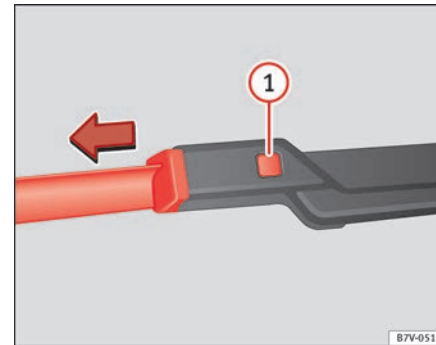

Abb. 158 Scheibenwischerblätter der Frontscheibe auswechseln.
- Entriegelungstaste ⇒ Abb. 158 ① gedrückt halten und gleichzeitig das Scheibenwischerblatt in Pfeilrichtung abziehen.